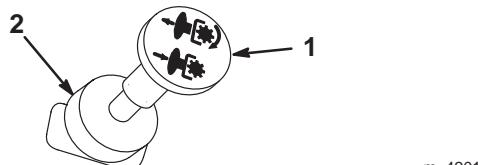

Bild 6
4. Schieben Sie den Zapfwellenantriebshebel (ZWA) auf Aus (Bild 6).
2. Stellen Sie den Zapfwellenantrieb auf „Aus“ (Bild 6).